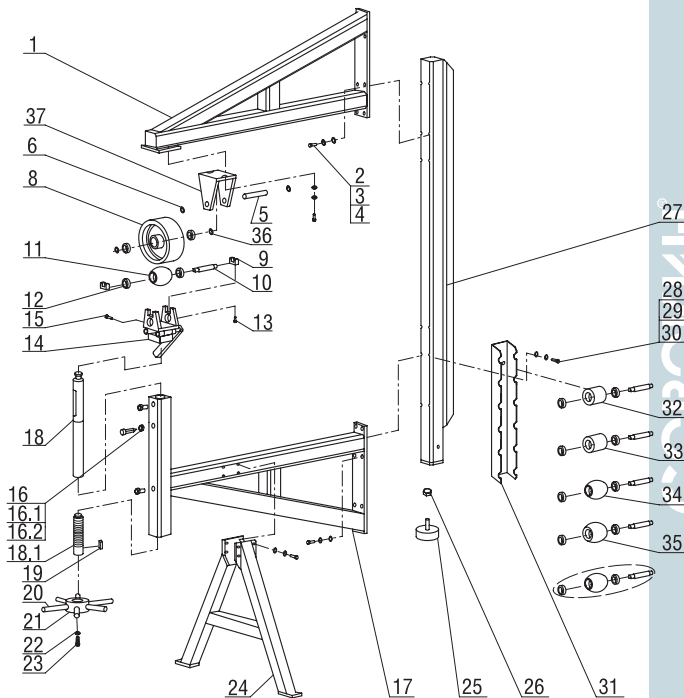

Рисунок 1 – Детализовка 6.111
5. Установите кронштейн крепления прокатного колеса для соотв. станка (см. соотв. устройство изделия на рис. 1, 2, 3) по направлению работы с заготовкой (фронтальный или боковой).